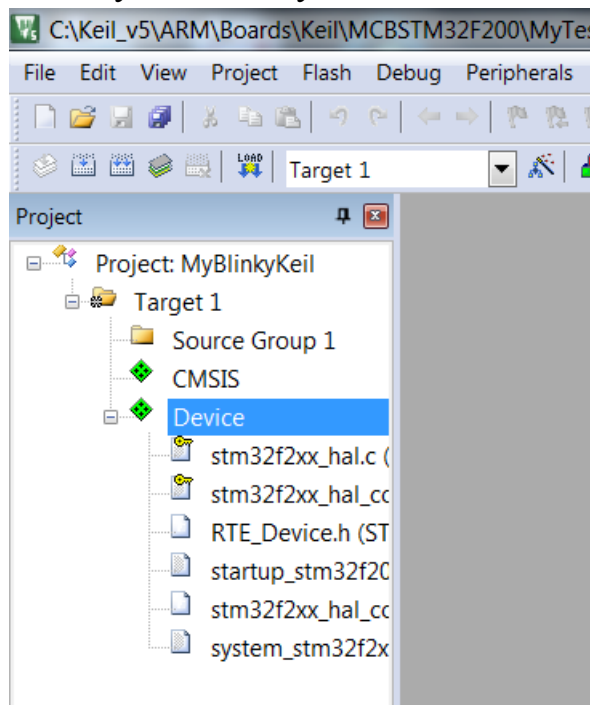

Рис. 1
6. Раскройте все папки в рабочем пространстве Project Workspace, показанном на рис. 1 ниже, щелкнув по значку + подле каждой папки.